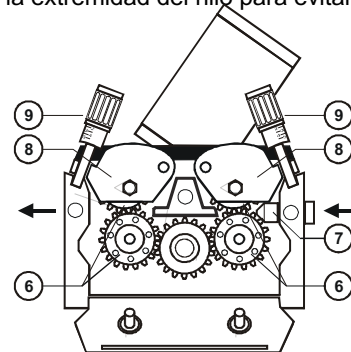

Fig.13
- Abrir las palancas de presión de hilo (8-Fig 13 y retirar la punta de contacto de la antorcha.
- Avanzar manualmente el hilo algunos centímetros a través de la guía de entrada de hilo, (4-Fig 13), de los rodillos (6-Fig. 13) y de la antorcha (Fig. 11 y 12). Se necesario, redondear con una lima la extremidad del hilo para evitar dañar la sirga de la antorcha.